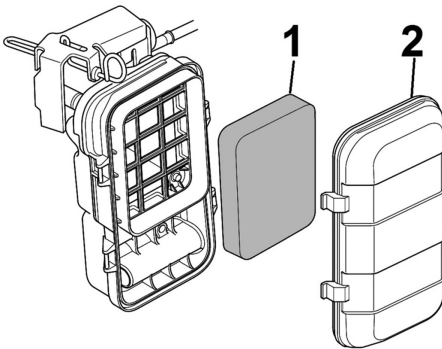

Рис. 12 Обслуживание воздушного фильтра
2. Нажмите на фиксаторы и снимите крышку корпуса воздушного фильтра (Рис. 12 п. 2).
3. Извлеките воздушный фильтр (Рис. 12 п. 1).